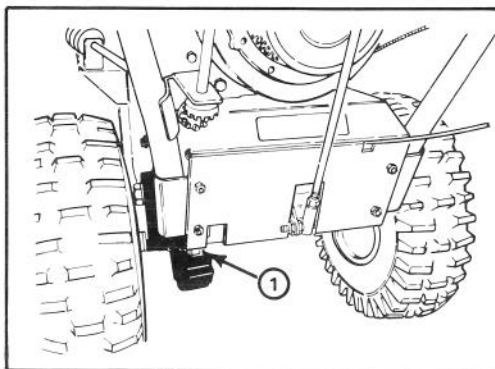

Figure 22
1. Une fois par an, la chaîne d'entraînement doit être lubrifiée à l'aide d'une huile pour chaîne (fig. 22). Essuyez toute huile qui a coulé à l'extérieur.